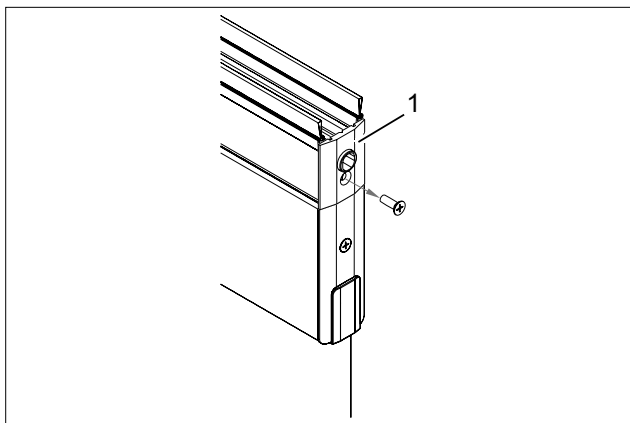

Abb. 32 Abdeckung entfernen
1. Abdeckung (Abb. 32/1) des Kombi-Fixierklotzes entfernen.